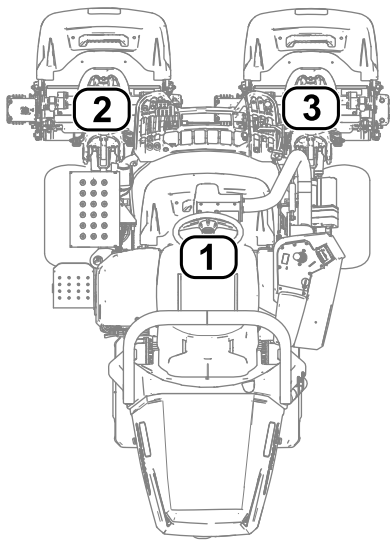

Figura 28
- 1 se referă la unitatea de tăiere centrală (Figura 28)
- 2 se referă la unitatea de tăiere stânga față (Figura 28)
- 3 se referă la unitatea de tăiere dreapta față (Figura 28)